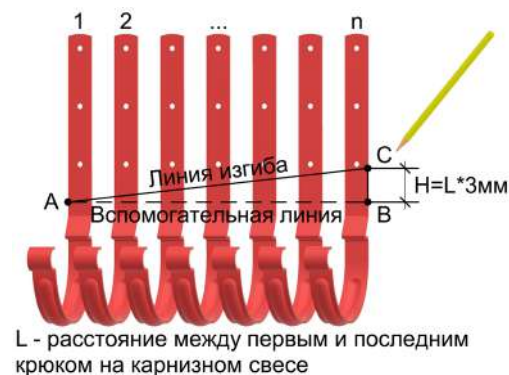

Рис. 4 Разметка карнизных крюков для последующего изгиба
4.1.2 Затем следует уложить и выровнять пронумерованные крюки. От предварительно найденной точки А необходимо провести перпендикуляр и получить точку В (вспомогательная линия АВ на рис. 4). Далее от точки В следует отложить величину Н равную расстоянию на карнизном свесе между первым и последним крюком в метрах \* 3 мм. То есть, если расстояние между крюками 5 м, то 5\*3=15 мм. Таким образом получается точка С. Затем необходимо соединить точки А и С. Полученный отрезок и есть линия изгиба.